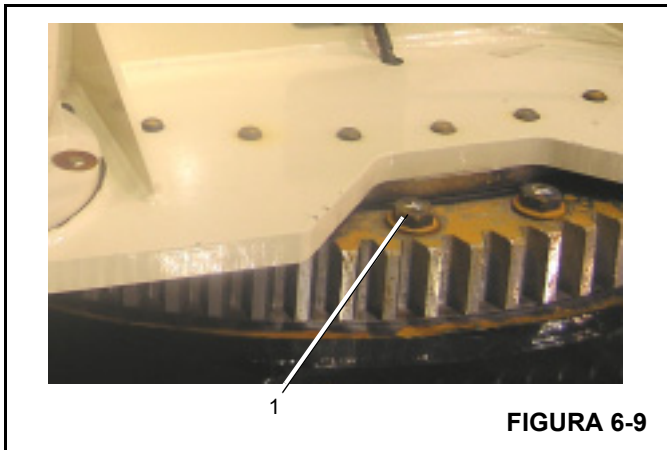

FIGURA 6-9
Los pernos de la pista exterior (1) se encuentran en la parte superior del cojinete (Figura 6-9).